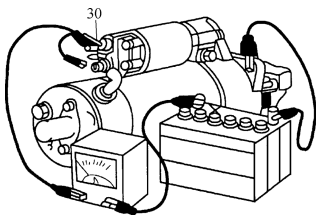

图 4-49 起动机空载试验
1) 如图 4-49 所示, 将起动机与蓄电池和电流表(量程为 0~100A 以上的直流电流表)连接。蓄电池正极与电流表正极连接, 电流表负极与起动机“30”端子连接, 蓄电池的负极与起动机外壳连接。